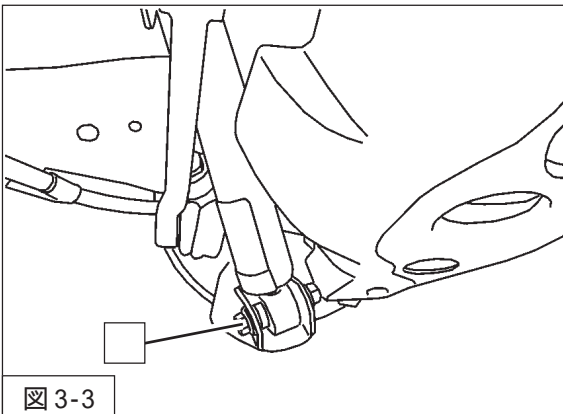

図3-3
5. ダンパーロア取付ボルト・ナットを取外してください。(図3-3)